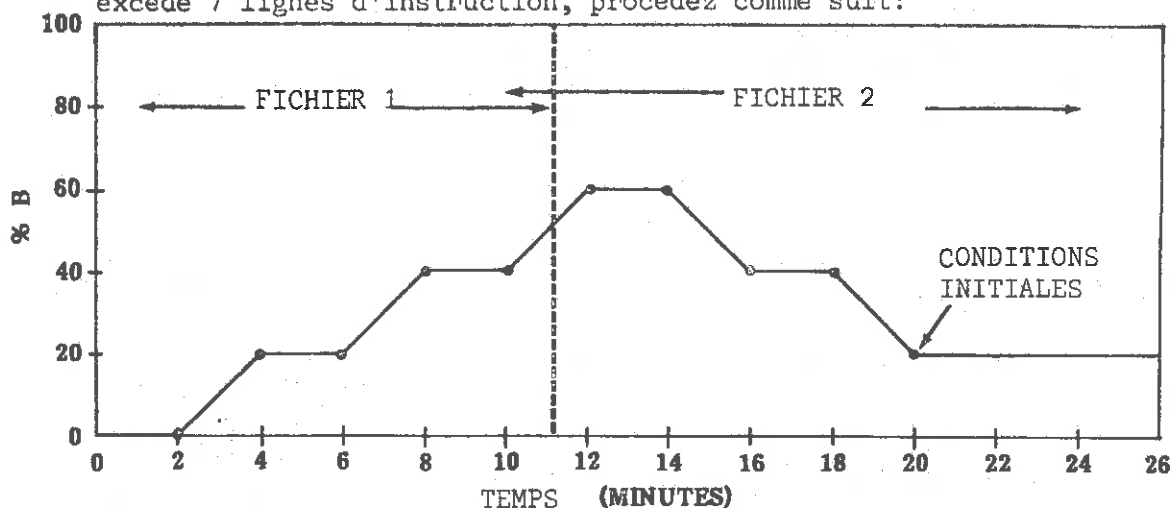

FIG.1.26: DIAGRAMME SOLVANTS RELATIF A 2 FICHIERS ATTACHES".
Par exemple, pour programmer un important gradient (Fig. 1.26) qui excède 7 lignes d'instruction, procédez comme suit:
- 4/Observez la visu, et, lorsque le gradient approche de la fin du fichier 1 (ici:11 minutes), appuyez sur "CONTINUE", suivi du n° du fichier à enchaîner, puis "VALID". La liaison avec le second fichier commence dès que l'on appuie sur "VALID". Comme exposé figure 1.26, deux segments de temps se chevauchent, assurant ainsi une bonne transition entre les deux files, sans discontinuité dans le diagramme solvants.